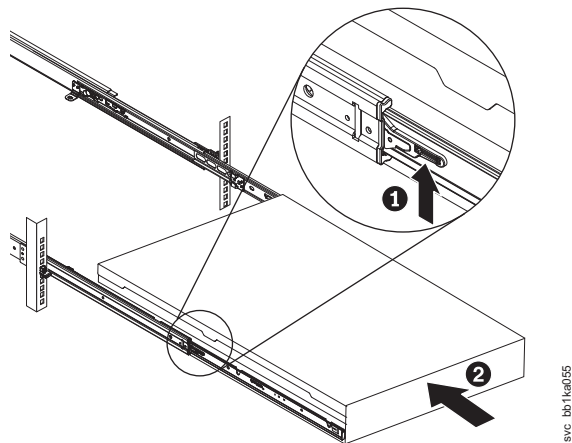

Figura 119. Levantando as alavancas de travamento dos trilhos deslizantes do rack
12. Levante as alavancas de travamento (**1** na Figura 119) nos trilhos deslizantes e empurre o nó **2** inteiro no rack até que ela encaixe no lugar.